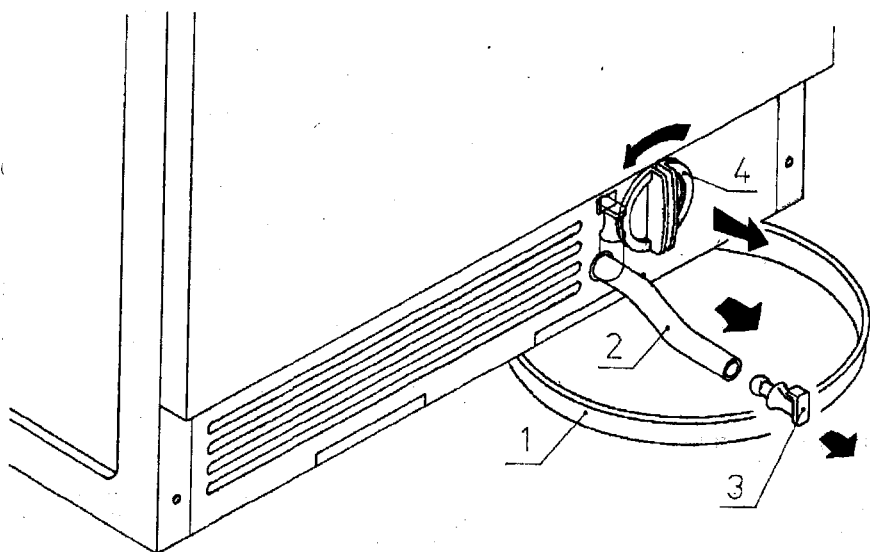

Рис. 9. 1. Ванночка. 2. Шланг. 3. Пробка. 4. Крышка фильтра.
- поставьте ванночку поз. 1 (рис. 9) под фильтр насоса, отцепите и вытяните шланг поз. 2, выдерните пробку поз. 3 и слейте остаток воды в ванночку;